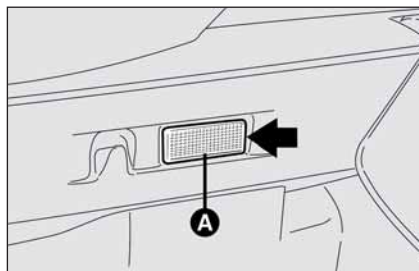

fig. 41
- estrarre la plafoniera **A**-fig. 41 facendo leva nel punto indicato dalla freccia.
- rimontare la plafoniera **A**-fig. 41 inserendola nella sua corretta posizione prima da un lato e quindi premendo sull'altro lato fino ad avvertire lo scatto di bloccaggio.